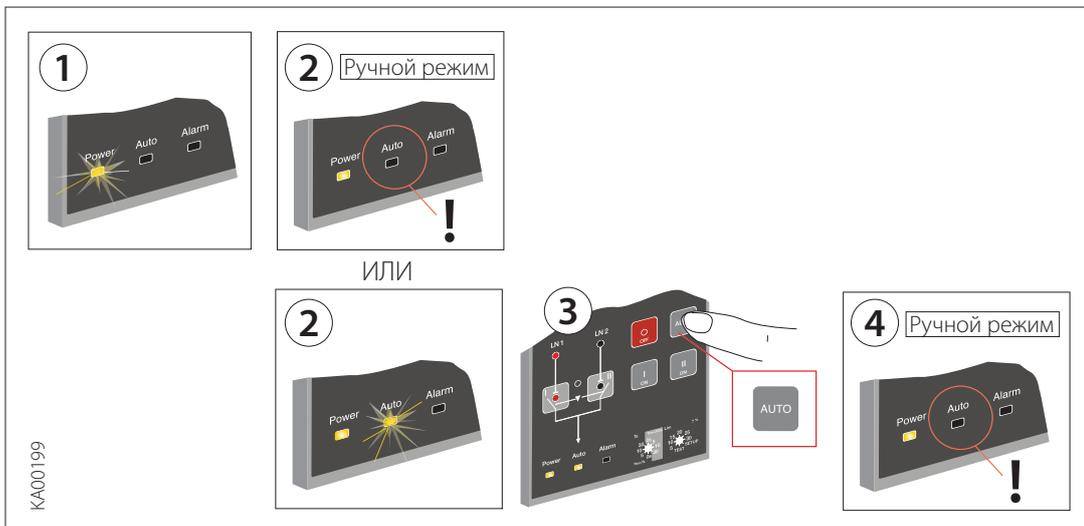

Рис. 4.2. Переключение блока автоматического управления OMD_ в ручной режим
- а. Убедитесь в том, что светодиод Power (Питание) светится, см. рис. 4.2/①.
- б. Если светодиод Auto не светится /②, блок автоматического управления работает в ручном режиме.
- с. Если светодиод Auto светится, один раз нажмите кнопку Auto /③. Светодиод Auto гаснет, и блок автоматического управления OMD_ переходит в ручной режим /④.